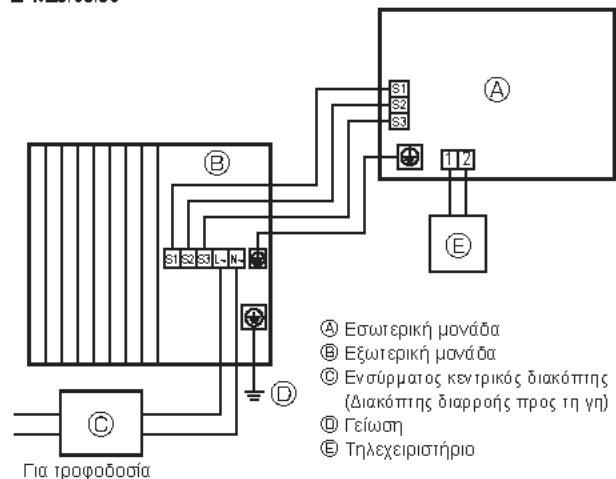
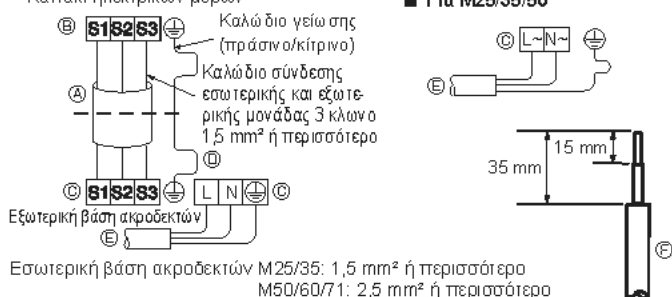
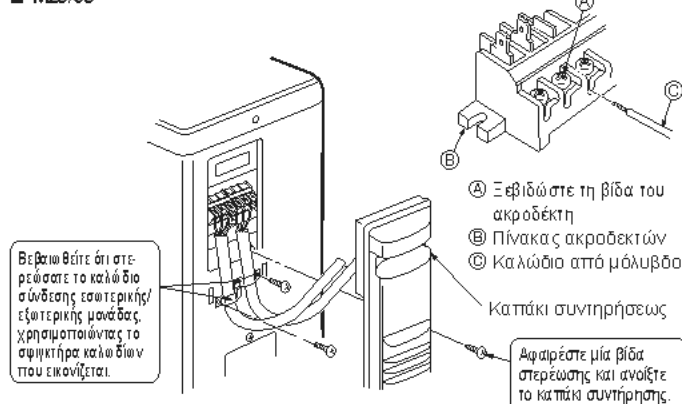
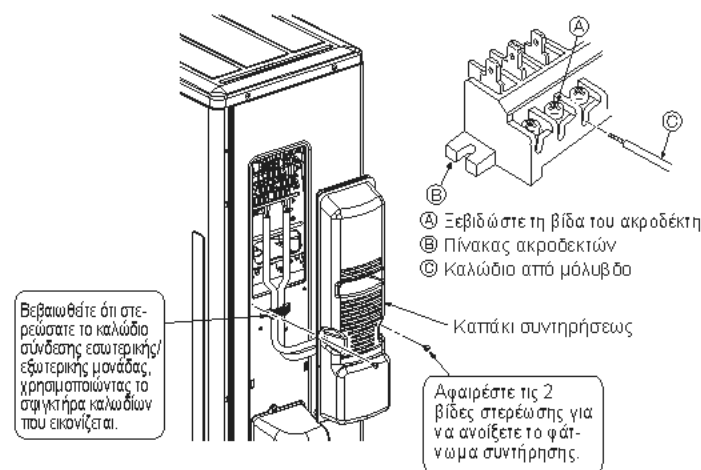

Fig. 6-1
Fig. 6-2
Fig. 6-3
Fig. 6-5
6.1. Εξωτερική μονάδα (Fig. 6-1, Fig. 6-2, Fig. 6-3, Fig. 6-4, Fig. 6-5)
- ① Βγάλτε το καπάκι συντήρησης.
- ② Συνδέστε τα καλώδια σύμφωνα με τις Fig. 6-1, Fig. 6-2, Fig. 6-3, Fig. 6-4 και Fig. 6-5.
(Προμηθευτείτε το καλώδιο επί τόπου) (Fig. 6-2)